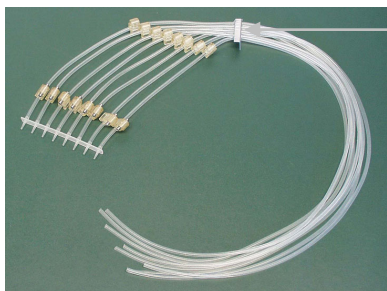

Figure 5-35. Nouveau kit de tubulure avec bande d'aiguilles fixée
1. Placez d'abord le nouveau kit de tubulure sur le banc de laboratoire avec la bande d'aiguilles fixée (Figure 5-35). Assurez-vous de disposer des huit vis d'étalonnage et du poids de tubulure PEEK du précédent kit de tubulure.